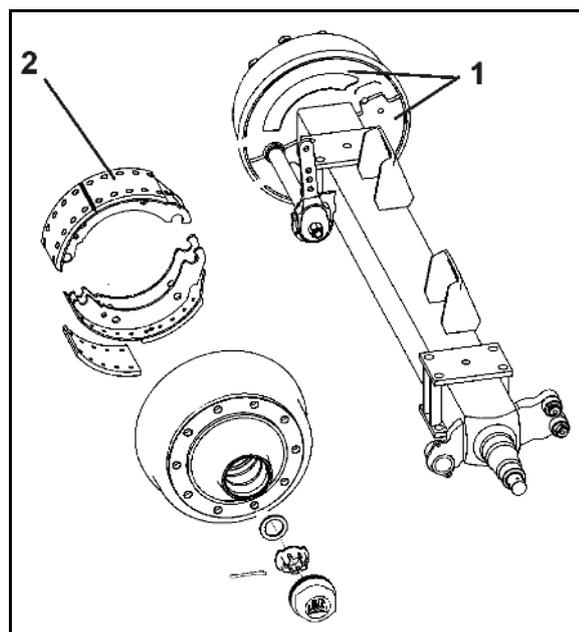

Fig. 83
1. Beide Abdeckbleche (Fig. 83/1) an der Innenseite der Bremstrommel abschrauben.
**Eingedrungener Schmutz kann sich auf den Bremsbelägen (Fig. 83/2) absetzen und dadurch die Bremsleistung wesentlich verschlechtern.**